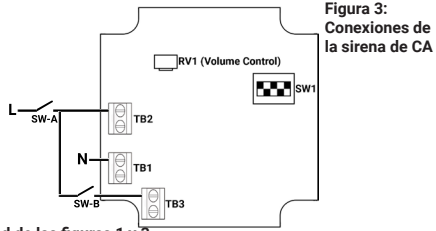

Figura 3: Conexiones de la sirena de CA
- La Figura 1 (CC) y la Figura 3 (CA) muestran el cableado para activar las etapas de alarma 1 y 2.
- Se puede activar un tono de alarma de segunda etapa aplicando una conexión "L" adicional al terminal TB3 en la placa del circuito impreso PCB, como se muestra en la Figura 3.